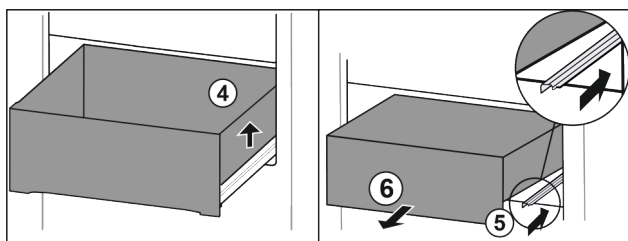

Fig. 128
- Emelje meg a fiók jobb oldalát. Fig. 128 (4)
- Tolja be a jobb oldali sínt. Fig. 128 (5)
- Vegye ki a fiókot előre felé. Fig. 128 (6)